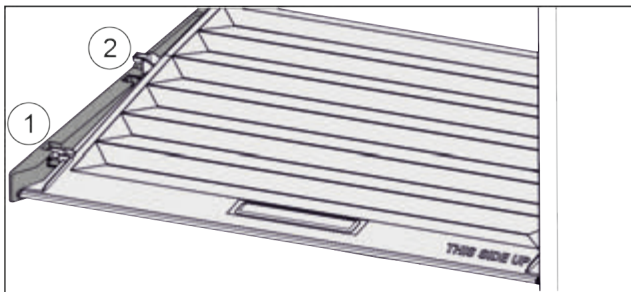

Fig. 85
- ▶ Кришку до отвору в деталях для підтримки потягнути вперед Fig. 85 (1).
- ▶ Підняти ззаду знизу та вийняти Fig. 85 (2) вгору.